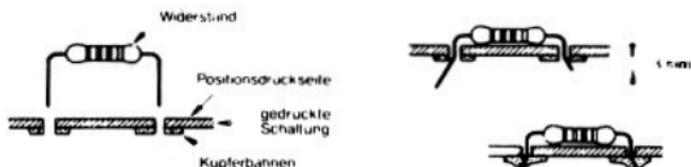

Abb. 4
1. Stecken Sie die Widerstände nach Abb.4 von der Positionsdruckseite auf die gedruckte Schaltung (Positionsdruk beachten):